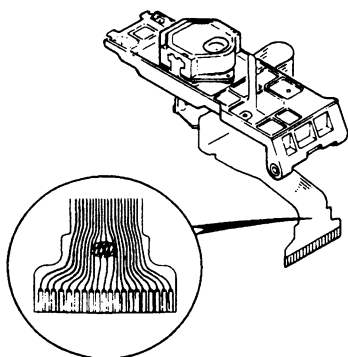

Fig. 3-1
- Before removing the pickup assembly be sure to solder -bridge where indicated in the inset (Fig. 3-1) to prevent the laser diode from being electrostatically damaged. After replacing the pickup assembly, be sure to unsolder the antistatic bridge. Or else the laser diode does not function.
- ピックアップ ASSY を外すときは、レーザーダイオードの静電破壊防止のため、必ず斜線部分 (Fig. 3-1) を半田ブリッジしてから作業してください。また、取り付けの場合も取り付け後に半田ブリッジを外してください。